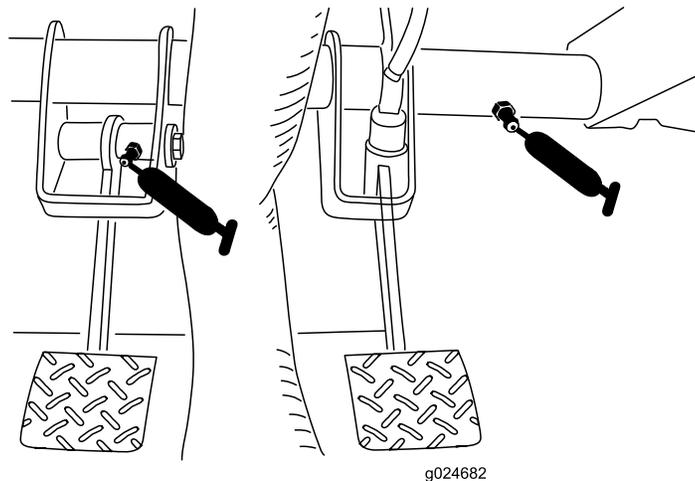

Figura 31
- **Embraiagem (1)**; consulte Figura 31
- **Travão (1)**; consulte Figura 31